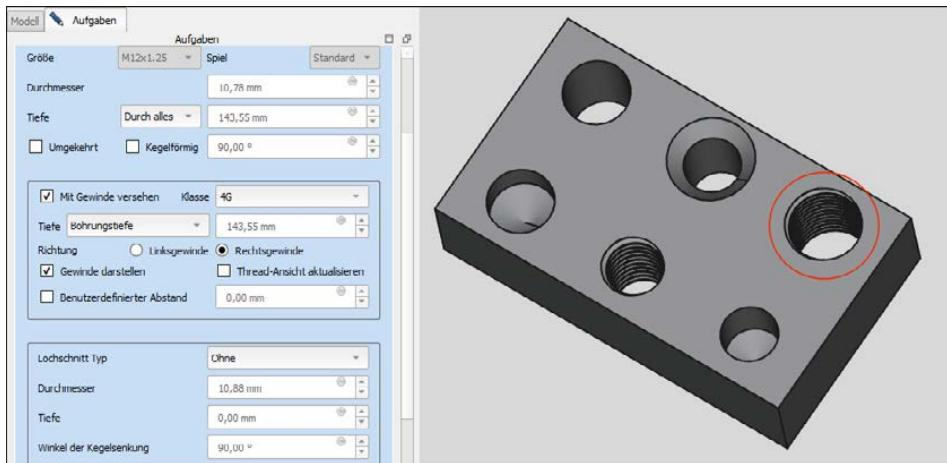

Abbildung 5.22: Varianten beim Werkzeug »Bohrung«
4. Testen Sie weitere Varianten mit den anderen Skizzzen (siehe Abbildung 5.22). Wählen Sie in der Auswahlliste *Profil* auch verschiedene Gewindearten. Ist der Schalter *Gewinde darstellen* aktiv, wird das Gewinde modelliert.